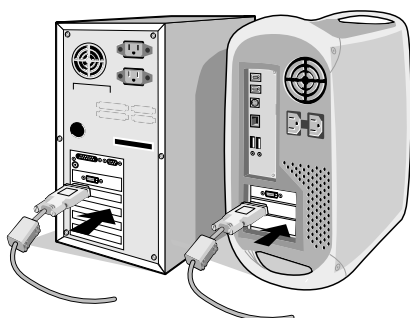

Figura A.1
2. Per PC o Mac con uscita digitale DVI: Collegare il cavo segnali DVI-D al connettore della scheda video del sistema (**Figura A.1**). Serrare tutte le viti.